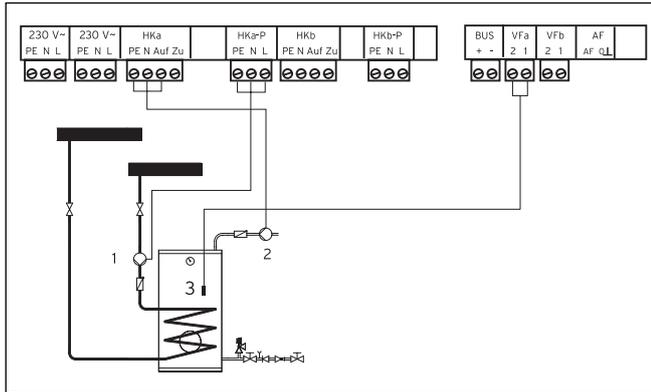

Fig. 4.29 Conectar un circuito mezclador como circuito de carga de acumulador
► Ejecute el cableado de conexión según fig. 4.29.